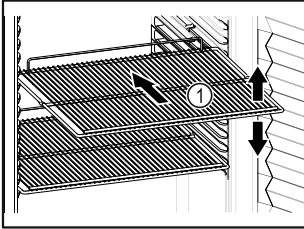

Fig. 61 例图
- 如果存放格栅 Fig. 61 (1)可移动，则根据高度进行调整。